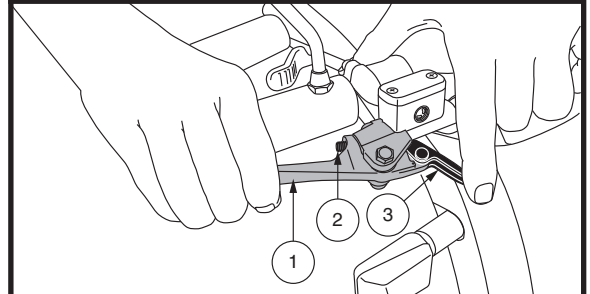

Figura 2. Palanca de freno de mano y bloqueo de freno (en la posición de bloqueo)
- Presione el botón Alta-baja una vez para configurar el ajuste de velocidad a alta. El indicador Alta-baja aparecerá en la pantalla LCD. Ver la figura 2. El uso de esta configuración junto con los botones de ajuste de la velocidad permitirá que el vehículo llegue hasta la velocidad máxima preprogramada para el vehículo.
Esta palanca le proporciona la potencia para una detención de emergencia. Cuando está en movimiento, suelte la palanca de control del acelerador y apriete suavemente la palanca del freno de mano para detenerse. La efectividad del freno de mano puede modificarse apretando o aflojando el tornillo de fijación ubicado en la palanca del freno de mano. Ver figura 2.
Para activar el freno de estacionamiento, apriete la palanca del freno de mano y luego presione en la parte superior del mecanismo del freno de mano. Una línea roja le indicará que el freno de estacionamiento del vehículo está activado. Ver la figura 2. Cuando esté listo para reanudar el trayecto, dé un toque a la palanca del freno de mano para desactivar el freno de estacionamiento.